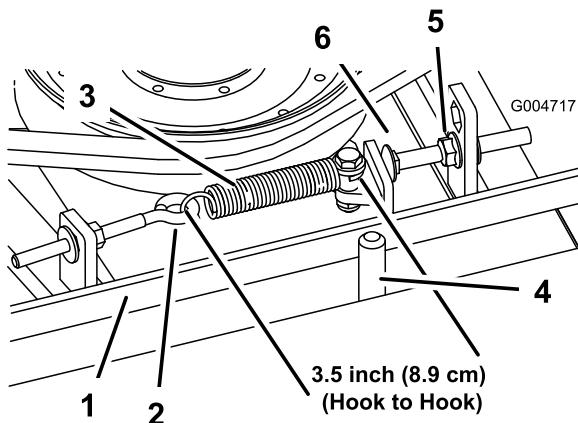

Figura 65
6 mm (misura interna). Quando la tensione della molla è giusta, regolate il bullone di arresto (bullone a testa tonda) fino ad ottenere un gioco di 3 mm + 1,5/-0 mm tra la testa del bullone ed il braccio di rinvio (Figura 65).
Nota: Verificate che la cinghia si trovi dal lato molla del guidacinghia (Figura 65).
2. Allentate il bullone ad occhio per consentire la rimozione della molla di prolunga (Figura 65).
3. Allentate il dado flangiato che fissa il bullone di arresto alla lingua di montaggio. Allentate il dado quanto basta per consentire al braccio di rinvio di oltrepassare il bullone di arresto (Figura 65). Allontanate la puleggia tendicinghia dalla cinghia in modo da allentare la tensione della cinghia.
- Ricollegate la molla di prolunga (Figura 65) al bullone ad occhio e tendete la cinghia come segue: